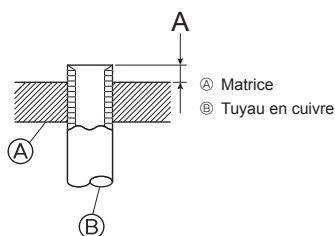

Fig. 4-9
③ Suivez la procédure suivante pour connecter la tuyauterie coté gaz. (Fig. 4-9)
Tableau 3 (Fig. 4-9)